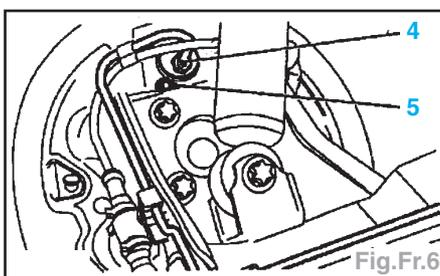

Fig.Fr.6
- Dévisser la conduite (4), déposer les vis (5) et le cylindre de roue (Fig.Fr.6).